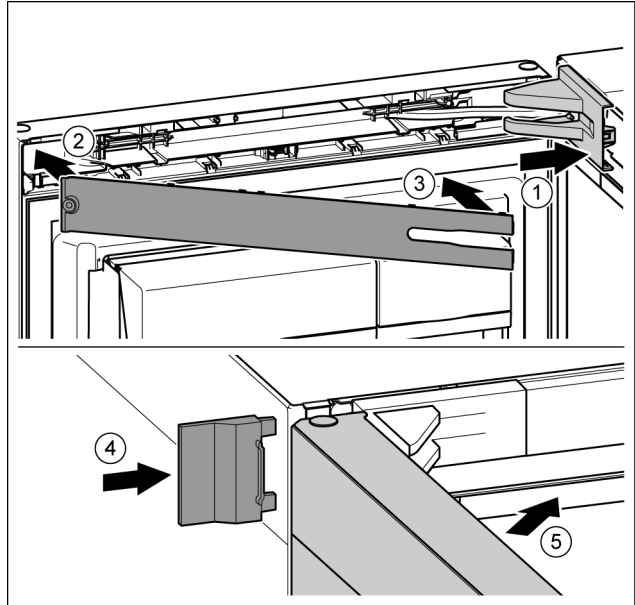

Fig. 49
- Applicare la copertura del blocco di supporto e inserirla a scatto, se necessario allontanarla con attenzione. Fig. 49 (1)
- Applicare la mascherina. Fig. 49 (2)
- Orientare verso l'interno la mascherina e innestare. Fig. 49 (3)
- Inserire spingendo la copertura esterna. Fig. 49 (4)
- Chiudere la porta superiore. Fig. 49 (5)